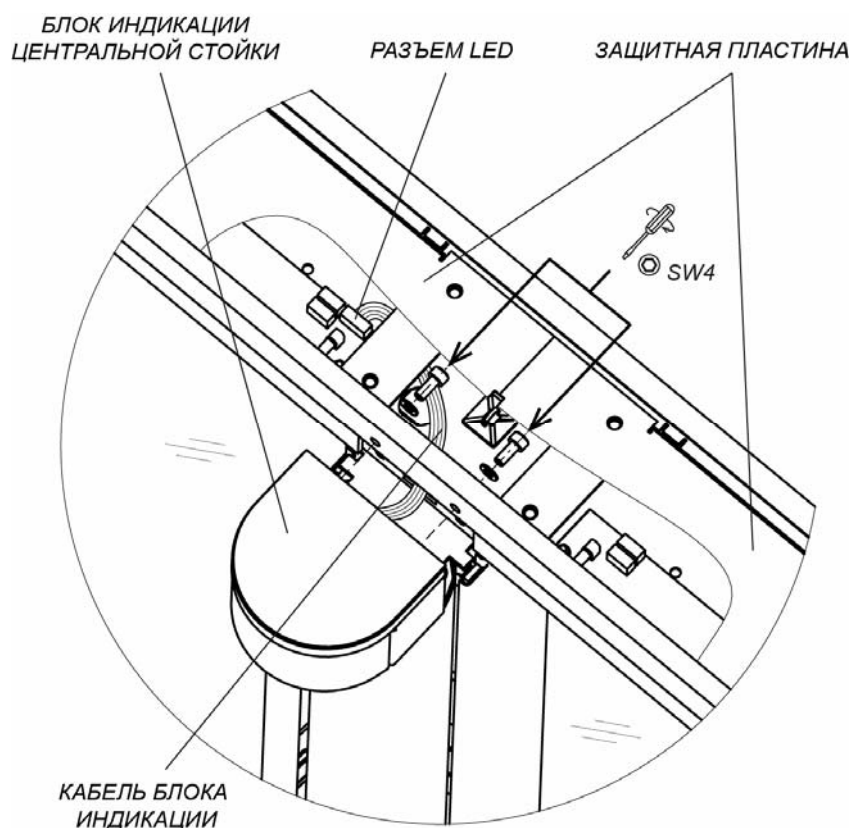

Рисунок 22. Монтаж блока индикации центральной стойки
Для установки блока индикации центральной стойки (3) (см. рис. 22):
3. Установите блок индикации на площадку, расположенную над поворотной опорой створки, и при помощи шестигранного ключа SW4 зафиксируйте его на верхнем коробе стойки (12), используя два винта M5×16 с шайбами из комплекта поставки.
Снятие блока индикации центральной стойки производится в обратном порядке. Перед этим необходимо демонтировать с секции турникета верхнюю крышку секции (10) (см. разд. 8.9.6, рис. 22, 23, 24).